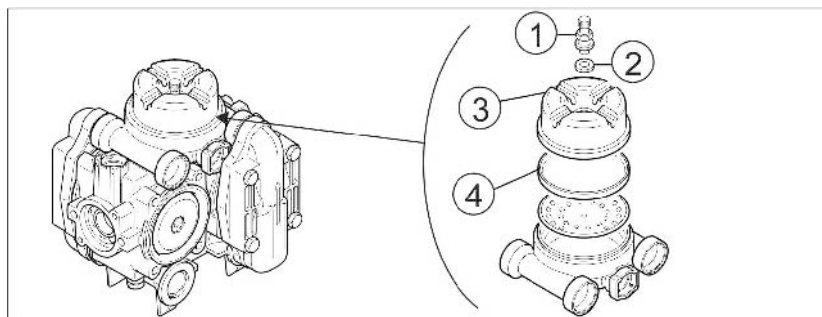

Fig. 195
1. Smontare valvola (Fig. 195/1) e rondella (Fig. 195/2).
2. Inserire l'attrezzo ausiliario nelle scanalature del coperchio e svitare il coperchio (Fig. 195/3).
3. Controllare la membrana (Fig. 195/4) e sostituire quella difettosa.